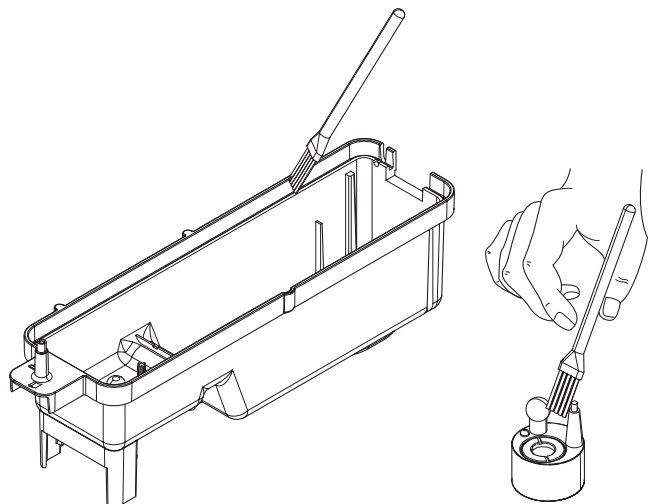

Fig.9
9. Versare una piccola quantità di detersivo nella vasca di raccolta e usando la spazzola fornita, pulire delicatamente tutte le superfici nella vasca, quindi pulire delicatamente il trasduttore, compresi i dischi di metallo situati nella superficie scanalata superiore (vedere Fig. 9).